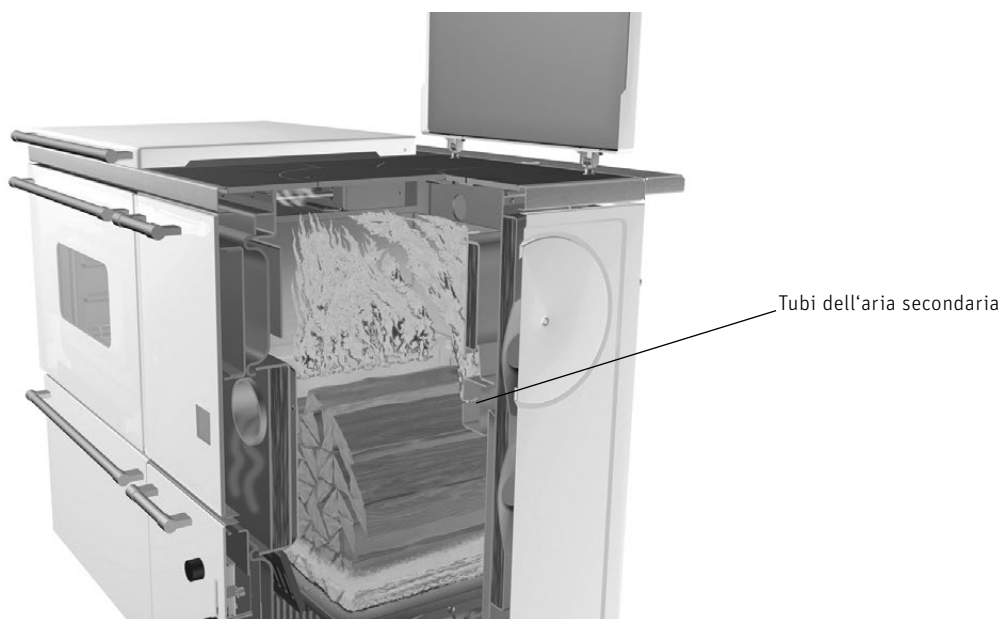

Fig.12 Camera di riempimento
- La camera di riempimento può essere riempita al massimo fino al bordo inferiore dei tubi dell'aria secondaria, Fig. 12.